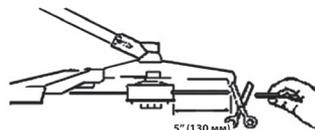

Рис.3
1. Совместите отверстие в ступице редуктора с отверстием вала (рис.3). Вставьте фиксирующий стержень в отверстие ступицы. Наденьте внутренний прижим.